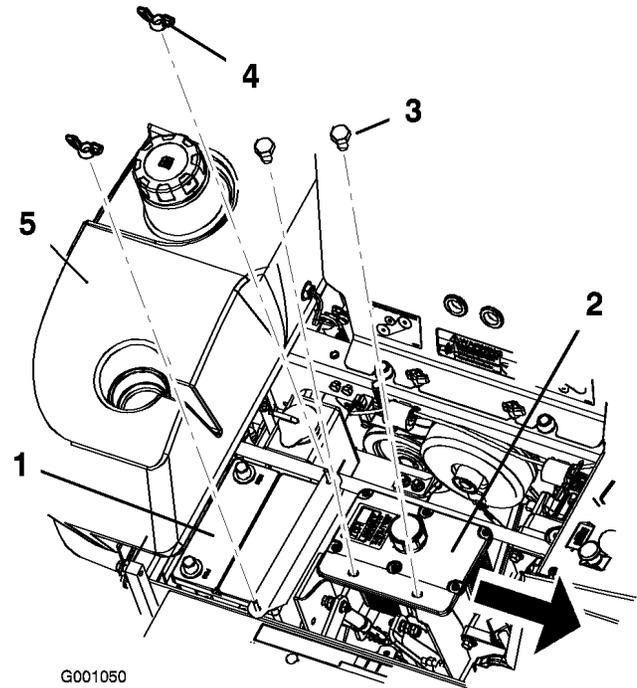

Figure 45
6. Retirez les deux écrous papillons (1/4 pouce) qui fixent la barrette de maintien de la batterie (Figure 45).
7. Retirez les deux boulons de fixation du réservoir hydraulique (Figure 45).
1. Placez la batterie dans son support en tournant les bornes à l'opposé du réservoir hydraulique (Figure 45).
6. Fixez la batterie en position avec des boulons en J, une barrette de maintien et 2 rondelles (1/4 po), ainsi que 2 écrous papillons (1/4 po) (Figure 45).